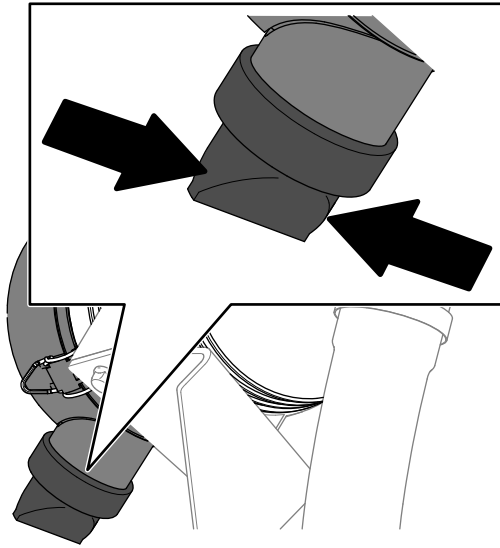

Figura 114
- Apriete la válvula de expulsión de polvo (Figura 114).